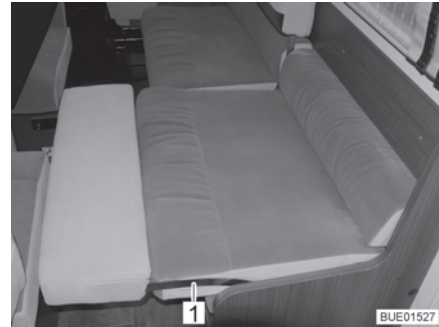

Fig. 98 Réglage de l'appui-tête rembourré
- Presser un peu le coussin d'assise vers l'intérieur dans la zone de pivotement de l'étrier métallique (Fig. 98,1).